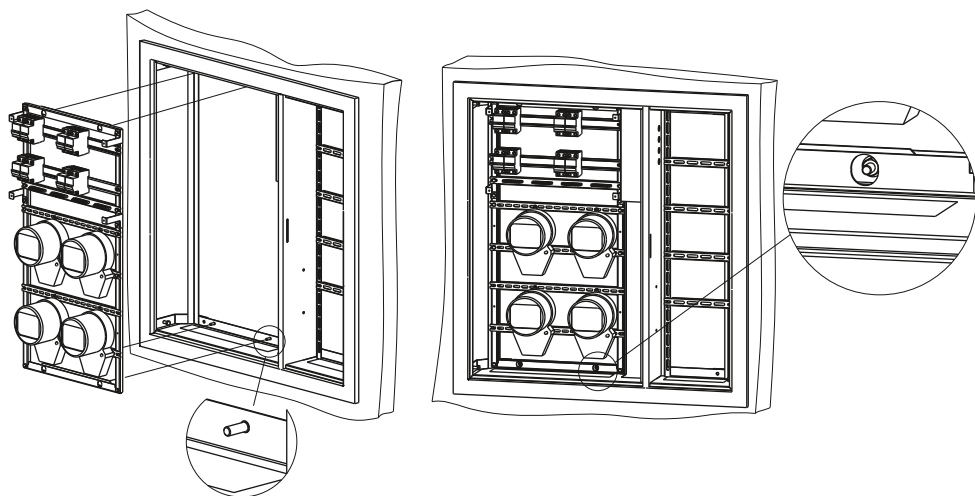

Рисунок 14
6.1 Собранный раму с выполненными внутренними электрическими соединениями вставьте в корпус Щита этажного (рисунок 14).